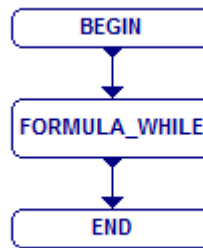

Рис. 103
9. Добавьте блок **FORMULA** из **Palette**, произведите соединение как показано на рис. 103: